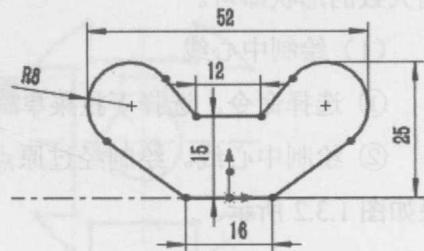

图 1.3.6 添加尺寸
Step5. 添加尺寸。选择下拉菜单**工具(T) → 尺寸(S) → ⚡ 智能尺寸(S)**命令，添加图1.3.6所示的尺寸（注：添加图1.3.6所示的尺寸52、25时需按住Shift键选择圆弧）。